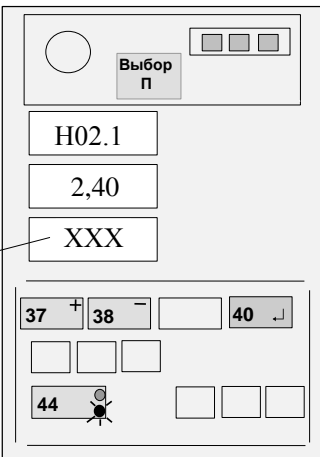

Рисунок 14
Нажать на время 1 с кнопку "↵" (40) и, проконтролировав короткий звуковой сигнал, отпустить кнопку (см. рисунок 14).